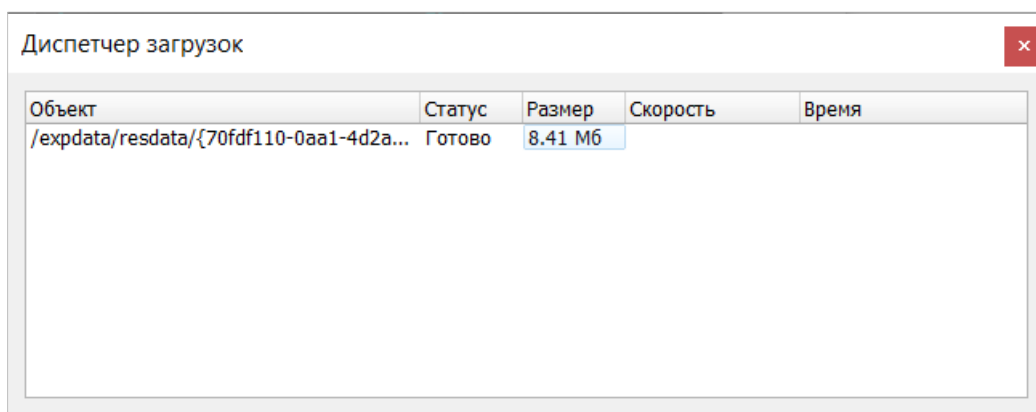

Рисунок 66 – Окно «Диспетчер загрузок»
Диспетчер загрузок ((7) на Рисунке 29) отображает состояния следующих процессов (Рисунок 66):